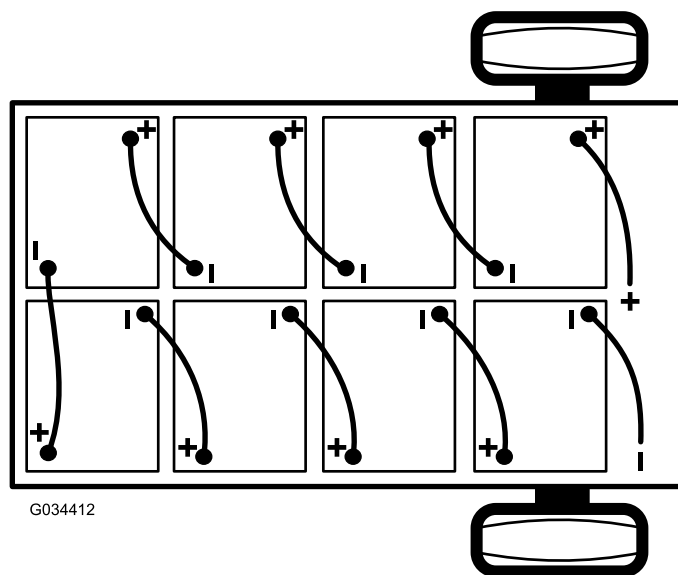

Figure 42
2. Débranchez le câble négatif principal (noir) de la batterie qui relie la rangée de batteries au point de masse de la machine (Figure 42).
3. Débranchez le câble positif principal (rouge) qui relie la rangée de batteries au contacteur principal de la machine (Figure 42).
**Remarque:** Tenez compte de la polarité lors de la mise en place des batteries neuves (Figure 42).
6. Reliez les batteries entre elles, comme montré à la Figure 42, avec les câbles d'interconnexion que vous avez retirés à l'opération 1.
2. Branchez le câble positif principal (rouge) entre la rangée de batteries et la machine (Figure 42).
3. Branchez le câble négatif principal (noir) entre la rangée de batteries et la machine (Figure 42).